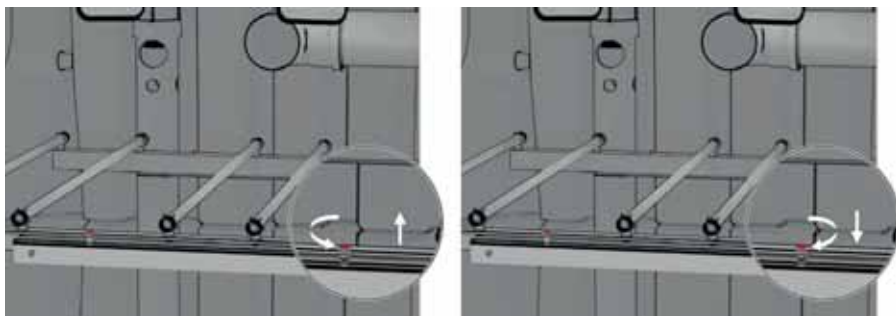

Fig. 59: Ajuster l'alignement du plateau de répartition avec un niveau à bulles et les écrous
5. Si nécessaire, ajuster l'alignement du plateau de répartition au moyen des écrous à serrer ou desserrer situés sur Fig. 59) les deux cornières parallèles sous le plateau central (en rouge sur Fig. 59).